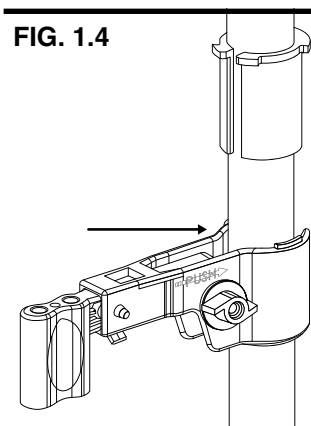
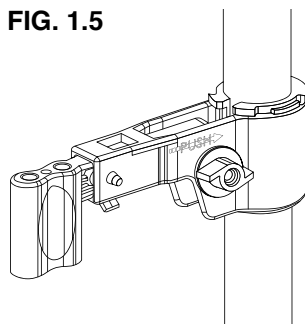

FIG. 1.4
FIG. 1.5
j. Empuje la abertura de la abrazadera directamente en el marco, debajo del manguito de goma. (Fig. 1.4) Luego deslice la abrazadera hacia arriba y sobre el manguito de goma. (Fig. 1.5) Esto le permite instalar la abrazadera sin abrir la boca de la abrazadera.